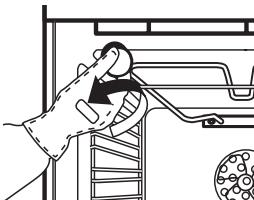

fig. 5
- Draai het beschermkapje los (Fig. 5), vervang het lampje (zie de opmerking voor het type lampje) en draai het beschermkapje weer vast.